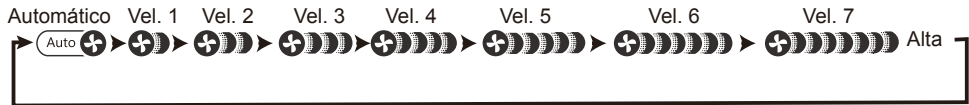

Figura 3.7
- 1. Sete velocidades do ventilador: O padrão do controle remoto é o modo com ventilador de sete velocidades em que a velocidade do ventilador será ajustada gradualmente como exibido na Figura 3.7;